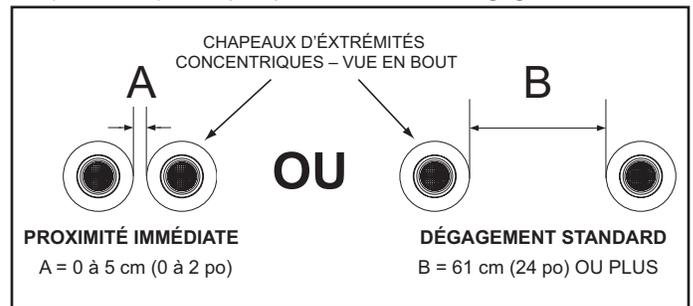

Figure 28. Deux bouches concentriques
Si plusieurs extrémités concentriques sont installées à travers un toit ou une paroi latérale, les dégagements illustrés à la *Figure 28* (page 30) doivent être maintenus.
1. Le dégagement entre les différents chapeaux d'extrémités doit être de 0 cm (0 po) (contact) à un maximum de 5 cm (2 po), dimension A - *Figure 28* (page 30), lors de l'installation d'extrémités concentriques à proximité immédiate. Voir *Figure 28* à *Figure 32* (page 30).
2. Le dégagement entre les différents chapeaux d'extrémités doit être augmenté jusqu'à un minimum de 61 cm (24 po), dimension B - *Figure 28* (page 30), si une installation à proximité immédiate (ci-dessus) n'est pas possible. C'est le dégagement standard.
Deux bouches concentriques peuvent être installées à proximité immédiate comme à la **Figure 33** ou avec des dégagements standard lorsque cette disposition n'est pas possible. Voir l'information détaillée sur les dégagements à la **Figure 28** (page 30). Voir **Figure 29** (page 30) lors de l'installation de trois bouches concentriques.